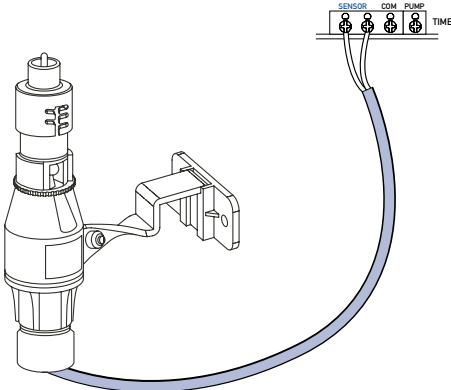

Abbildung A1: Anschluss eines Regensensors
- Regensensordrähte an die Leitungsklemmenanschlüsse (beige gefärbt) mit Aufschrift „Sensor“ anschließen. [Siehe Abb. A1]